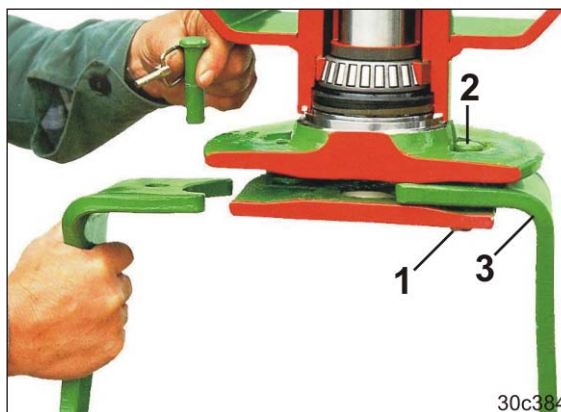

Fig. 162
2. Îndepărtați șplintul (Fig. 162/1).
3. Scoateți bolțul (Fig. 162/2) în sus, prin batere, din portunealtă.
4. Înlocuiți cuțitele uneltei (Fig. 162/3).